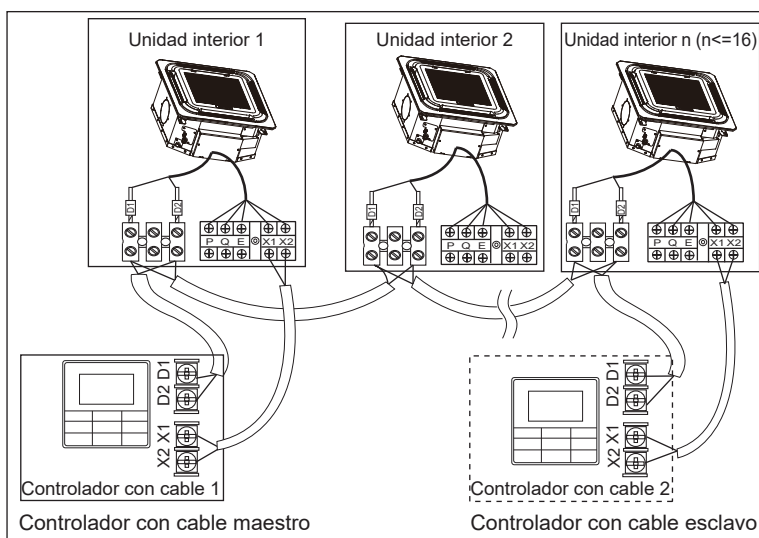

Figura 41
- Utilice 1 controlador con cable para controlar varias unidades interiores o 2 controladores con cable (un controlador maestro y un controlador esclavo) para controlar varias unidades interiores (vea la Figura 41);